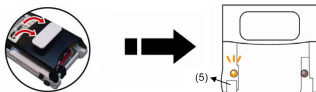

Afb. 2.2
Plaats de verende contactoren vertikaal door op de beide zijdes van de "ontgrendelingsknop voor het stoppen van de hoek" (4) te drukken. Maak contact met de oplaadconnectoren van de batterij, totdat het gele LED-lampje (5) oplicht; en installeer vervolgens de batterij met het dekseltje (7) (zie Afb. 2.2).